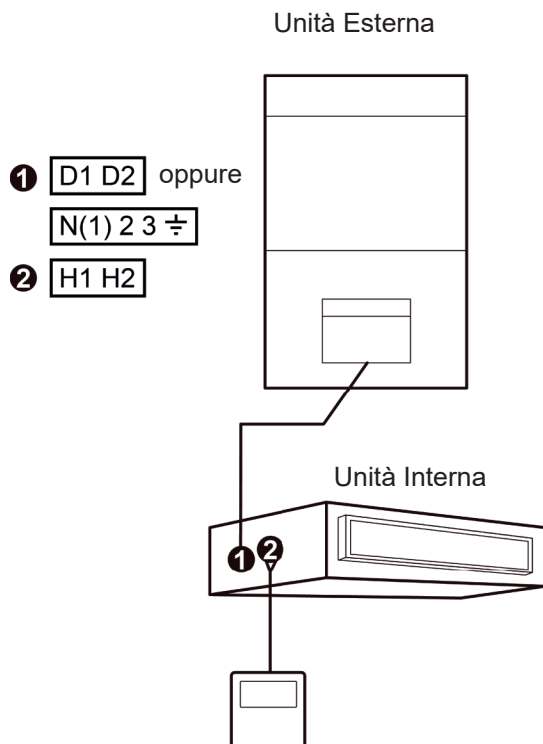

Fig. 4.4 Un filocomando controlla una Unità Interna.
- (1) Le procedure di cablaggio nelle Figure 4.4, 4.5, 4.8 e 4.9 possono essere adottate per la connessione del Filocomando che collega le Unità Light Commercial.
- (2) Le procedure di cablaggio nelle Figure 4.4 ~ 4.7 possono essere adottate per la connessione del Filocomando che collega le Unità VRF.
- (3) Per quanto riguarda le Unità Light Commercial, uno (o due) Filocomando(i) possono controllare solo una Unità Interna, mentre non possono controllare diverse Unità Interne appartenenti a sistemi diversi.
- (4) Se uno (o due) Filocomando(i) controlla(no) diverse Unità Interne simultaneamente, il filocomando può essere collegato a qualsiasi Unità Interna, ma l'Unità Interna collegata deve appartenere alla stessa serie. La quantità totale massima di Unità Interne controllate dal filocomando è di 16 Unità Interne, e le Unità Interne collegate devono appartenere alla stessa rete. Il Filocomando deve impostare la quantità di Unità Interne del gruppo di controllo. Fare riferimento al Paragrafo 4.2.3 Impostazione dei parametri, "P14".
- (5) Se due filocomandi controllano una (o più) Unità Interna(e), gli indirizzi dei due filocomandi devono essere differenti. Fare riferimento al Paragrafo 4.2.3 Impostazione dei parametri, "P13".
- (6) Il terminale del Filocomando non è polarizzato e non può essere collegato all'alta tensione.